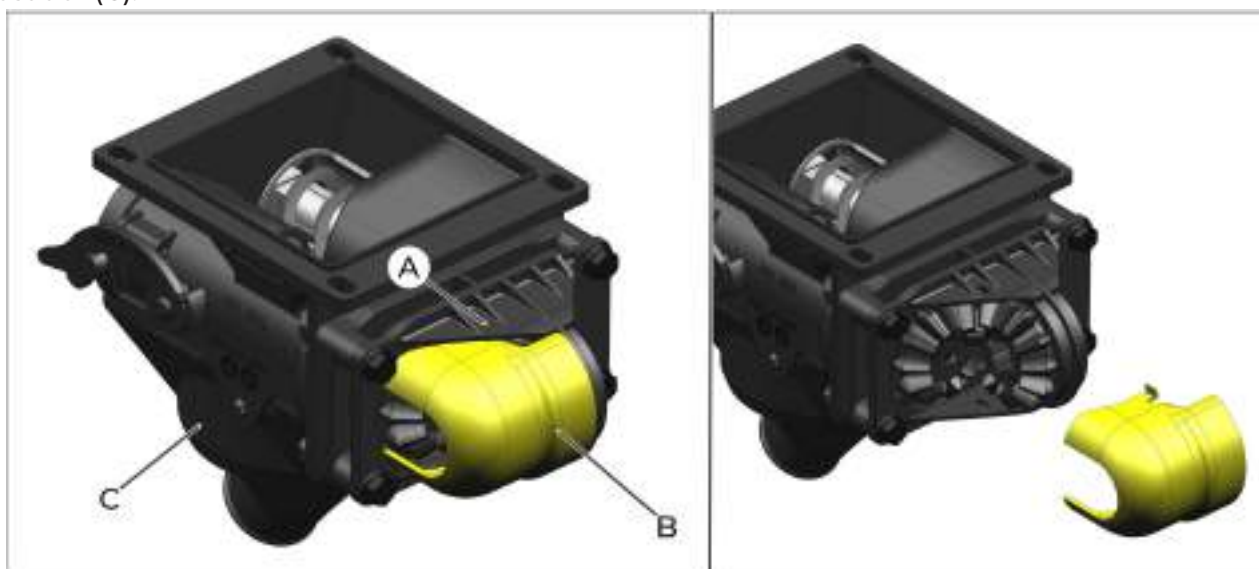

fig. 179
Para realizar a limpeza, manutenção ou substituição dos rolamentos e componentes da transmissão do mancal, pressione o entalhe (A) (fig. 179) da tampa frontal (B), removendo a mesma do dosador (C).